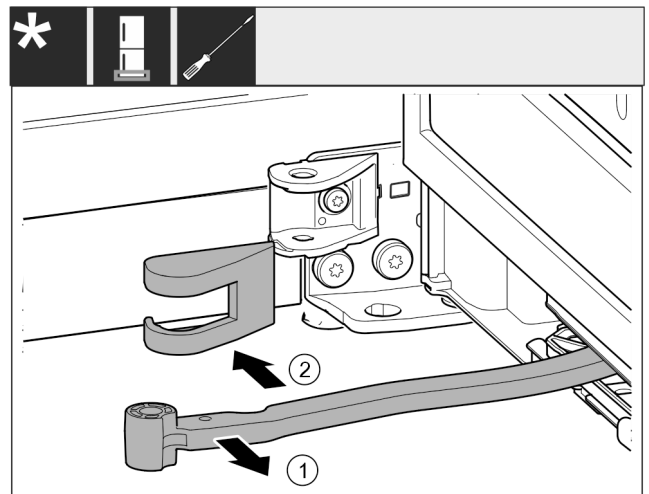

Fig. 16
- ▶ Ruotare il giunto Fig. 16 (1) in direzione della porta.
- ▶ Rimuovere la copertura del blocco di supporto Fig. 16 (2).